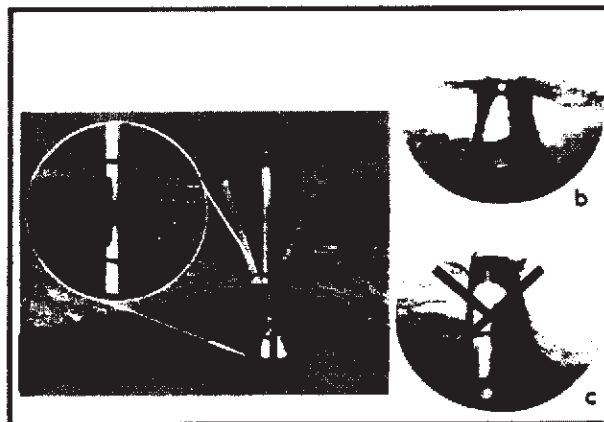

Figura 8.3 Ubicación correcta del centro de control de la cánula del instrumento
• Una colocación correcta permite que los instrumentos puedan moverse libremente por la incisión con una fricción menor y una precisión mayor (Figura 8.3 a). Para colocar correctamente el centro de control, esta banda de la cánula da Vinci Xi debe introducirse dentro de la pared corporal del paciente.
- Para comprobar la ubicación correcta de la cánula debe visualizarse la punta de la cánula con el endoscopio. Únicamente debe estar visible la primera línea fina en la punta de la cánula distal, lo que indica que el centro de control está colocado correctamente dentro de los límites de la pared corporal del paciente (Figura 8.3 b).
- Si la banda gruesa negra de la cánula puede verse en la visión endoscópica, el centro de control se ha introducido a una profundidad excesiva. El movimiento de los brazos con el centro de control colocado de forma incorrecta, aumenta la fricción, reduce la presión y aumenta las lesiones del tejido en el sitio del puerto (Figura 8.3 c).